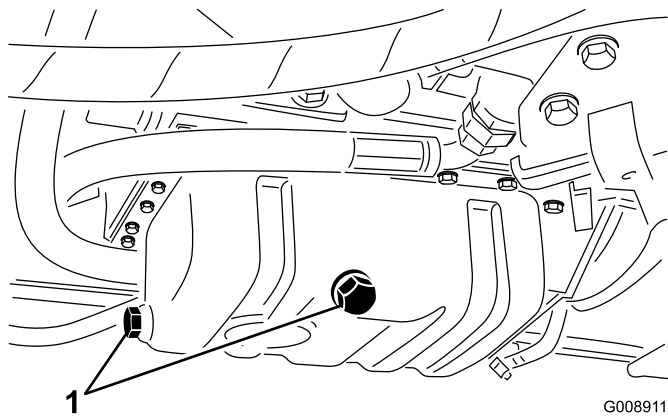

Figura 45
1. Retire cualquiera de los tapones de vaciado (Figura 45) y deje fluir el aceite en un recipiente apropiado. Cuando el aceite deje de fluir, coloque el tapón de vaciado.